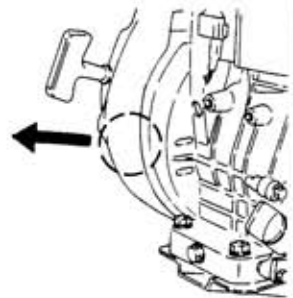

図14
④ エンジンの停止スイッチをOFFにしてください。(図14)